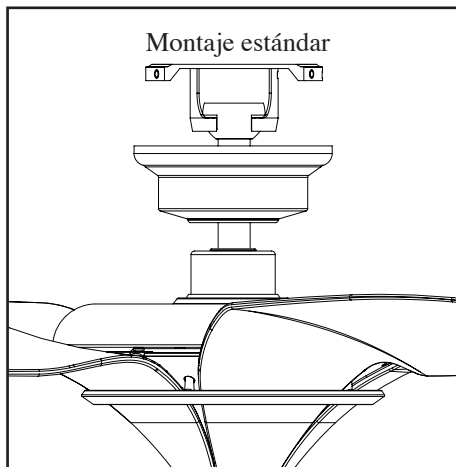

Figura 15
4. Con cuidado alza el conjunto del ventilador hasta el soporte de montaje en el techo. Asegúrate de que la pestaña en el soporte de montaje esté bien asentada dentro de la ranura de la bola de soporte. (Figura 15)